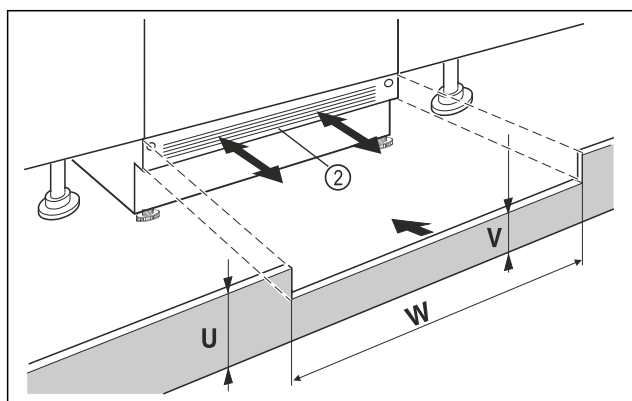

Fig. 12 Ilustrační zobrazení
- Nasad'te krycí lištu spotřebiče Fig. 12 (2) ale ještě nepřípevňujte.
- U viditelné krycí lišty Fig. 12 (2) tuto lištu vytáhněte dopředu natolik, až jsou přední hrana větrací mřížky a nábytkové krycí lišty zarovnané.
- Při zakryté krycí liště Fig. 12 (2) tuto lištu zasuňte úplně dozadu.
- Dbejte a zcela volné větrací štěrby: V případě potřeby přirízněte krycí lištu nábytku Fig. 12 (U) na potřebnou výšku!
- Podél šířky výklenku Fig. 12 (W) přizpůsobte výšku můstku Fig. 12 (V) pod krycí lištou spotřebiče Fig. 12 (2).